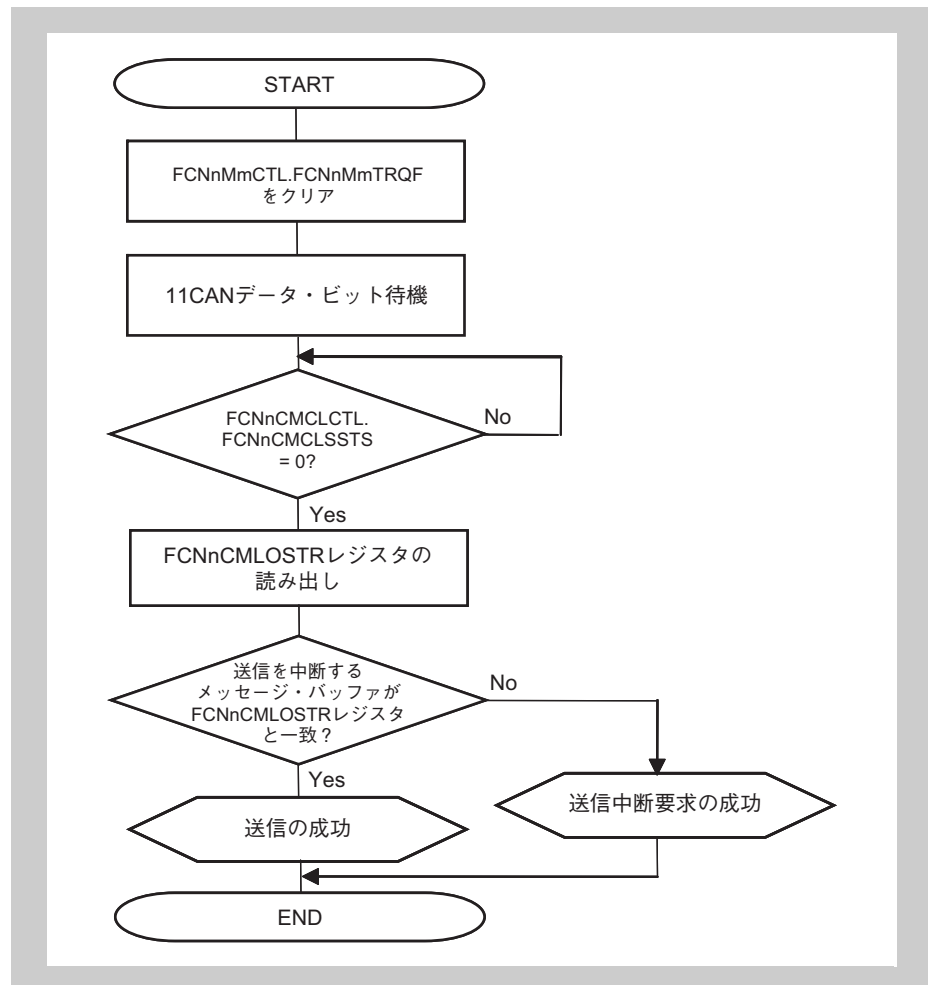
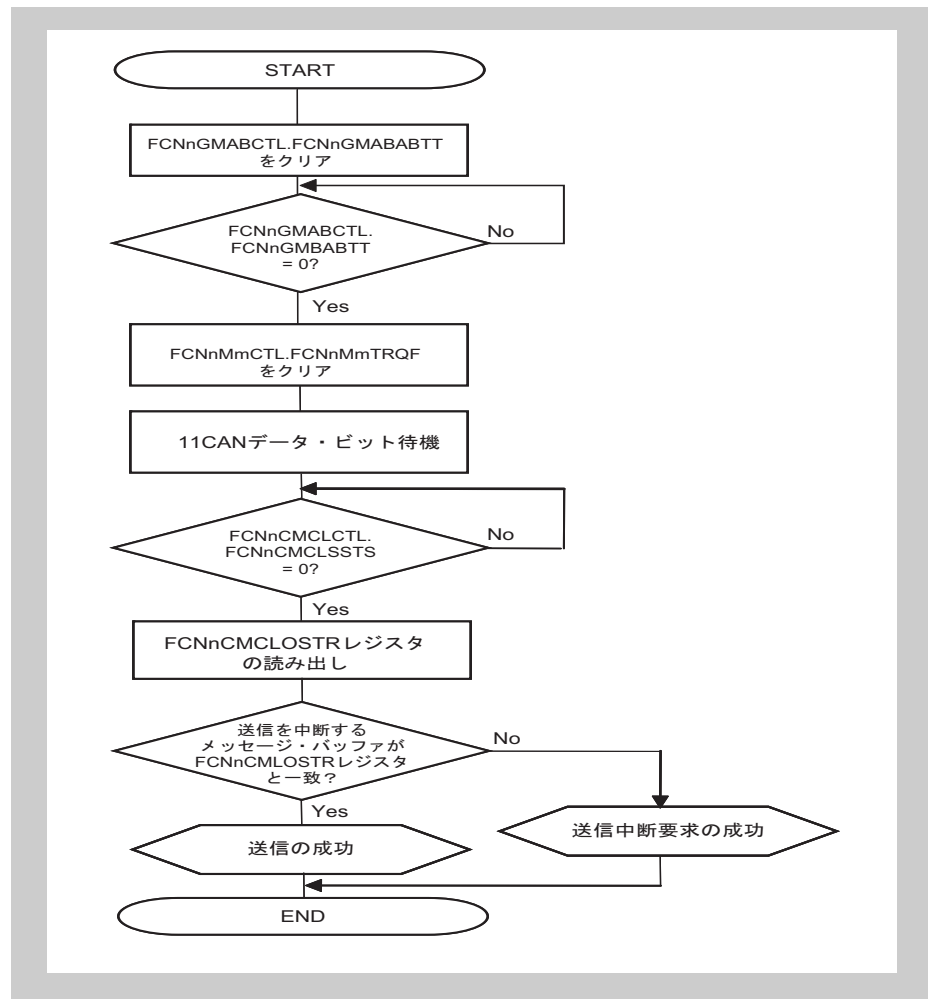

図 26-25 送信中断処理 (ABT 付き通常動作モードの実行中を除く)
図 26-26 ABT 送信以外の送信中断処理 (ABT 付き通常動作モードの実行中)
- 動作モード中に図26-25の送信中断処理に従った全ての送信要求クリア後の初期化モード状態時 (ABT 付き通常動作モード中は図26-26の送信中断処理に従って全ての送信要求をクリアしてください。)
2. FCN スリープ・モード / FCN ストップ・モードへの移行要求は、図26-27「ABT 送信要求中断処理 (ABT 付き通常動作モードの実行中) (1)」または、図26-28「ABT 送信要求中断処理 (ABT 付き通常動作モードの実行中) (2)」の手順に従って FCNnGMABCTL.FCNnGMABABTT をクリアしたあと (ABT モードを中断したあと) で発行してください。ABT 領域以外の領域で送信要求をクリアする場合は、1781 ページの図26-25「送信中断処理 (ABT 付き通常動作モードの実行中を除く)」の手順に従ってください。
2. FCN スリープ・モード / FCN ストップ・モードへの移行要求は、図26-27 「ABT 送信要求中断処理 (ABT 付き通常動作モードの実行中) (1)」または、図26-28 「ABT 送信要求中断処理 (ABT 付き通常動作モードの実行中) (2)」の手順に従って FCNnGMABCTL.FCNnGMABABTT をクリアしたあと (ABT モードを中断したあと) で発行してください。ABT 領域以外の領域で送信要求をクリアする場合は、1781 ページの図26-25 「送信中断処理 (ABT 付き通常動作モードの実行中を除く)」の手順に従ってください。
2. FCN スリープ・モード / FCN ストップ・モードへの移行要求は、図 26-27 「ABT 送信要求中断処理 (ABT 付き通常動作モードの実行中) (1)」または、図 26-28 「ABT 送信要求中断処理 (ABT 付き通常動作モードの実行中) (2)」の手順に従って FCNnGMABCTL.FCNnGMABABTT をクリアしたあと (ABT モードを中断したあと) で発行してください。ABT 領域以外の領域で送信要求をクリアする場合は、図 26-25 「送信中断処理 (ABT 付き通常動作モードの実行中を除く)」の手順に従ってください。